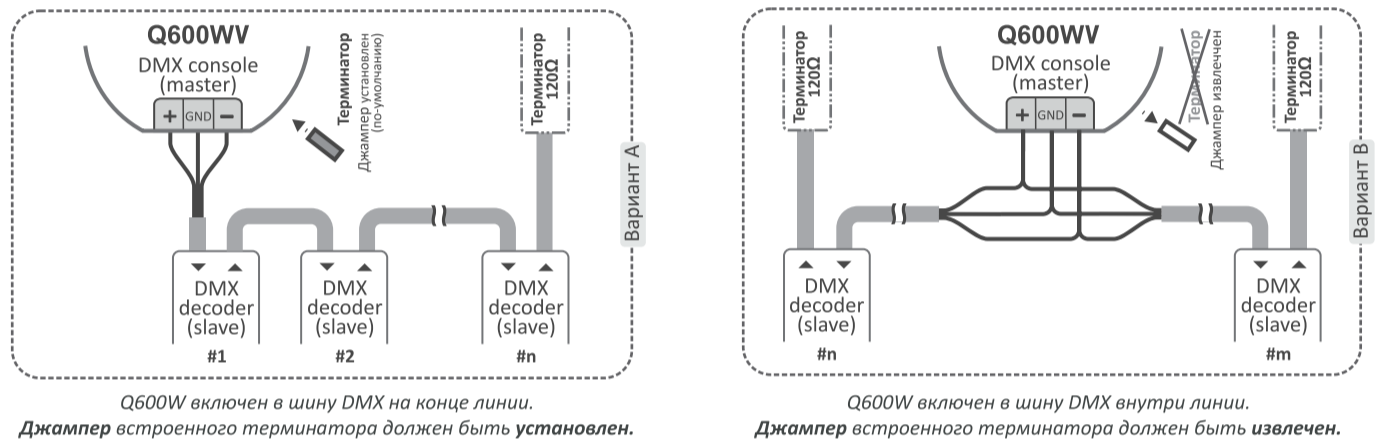

Рис. 6 Схемы подключения шины DMX-512. Пояснения по применению встроенного терминатора линии (120Ω).
*! В зависимости от места включения Q600WV в шину DMX джампер встроенного терминатора должен быть установлен либо снят (см. рисунок 6).*